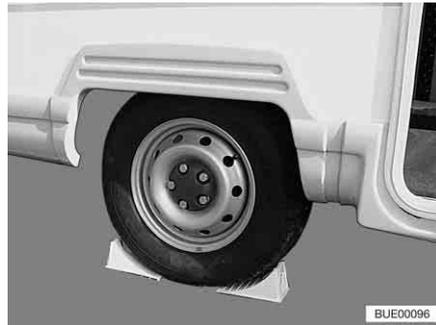

Fig. 295 Asegurar el vehículo
- Colocar las cuñas de calzo u objetos similares adecuados debajo de la rueda opuesta para asegurar el vehículo (Fig. 295).